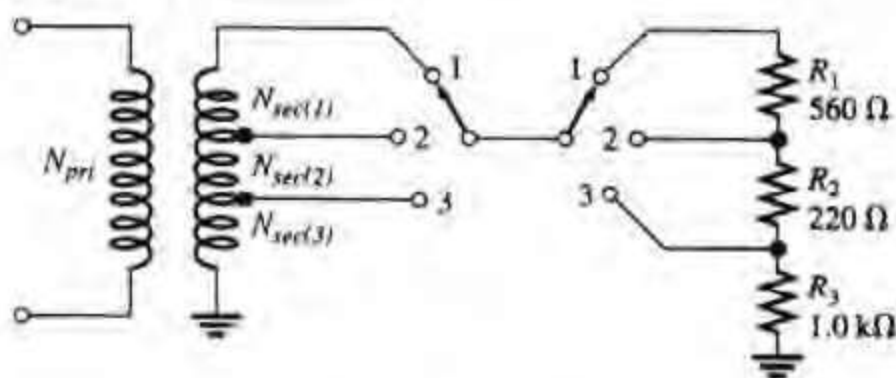

图 15.49
参见图 15.49
- * 18. 图 15.49 中,若电源内阻为 $10\ \Omega$,为每一个开关位置寻找适当的匝数比,以便向每一个负载传输最大功率。若初级绕组为 1000 匝,确定次级绕组的匝数。